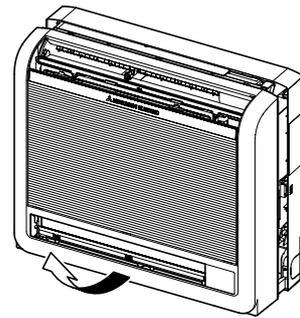

Fig. 3-4
- Ανασηκώστε το πλαίσιο της πρόσοψης με τις γρίλιες για να το αφαιρέσετε από τη μονάδα. (Fig. 3-4)